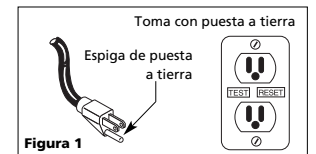

Figura 1
- Esta bomba sólo se debe usar en circuitos de 120 voltios (monofásico) y el enchufe del cordón tiene tres terminales tal como se muestra en la figura 1.